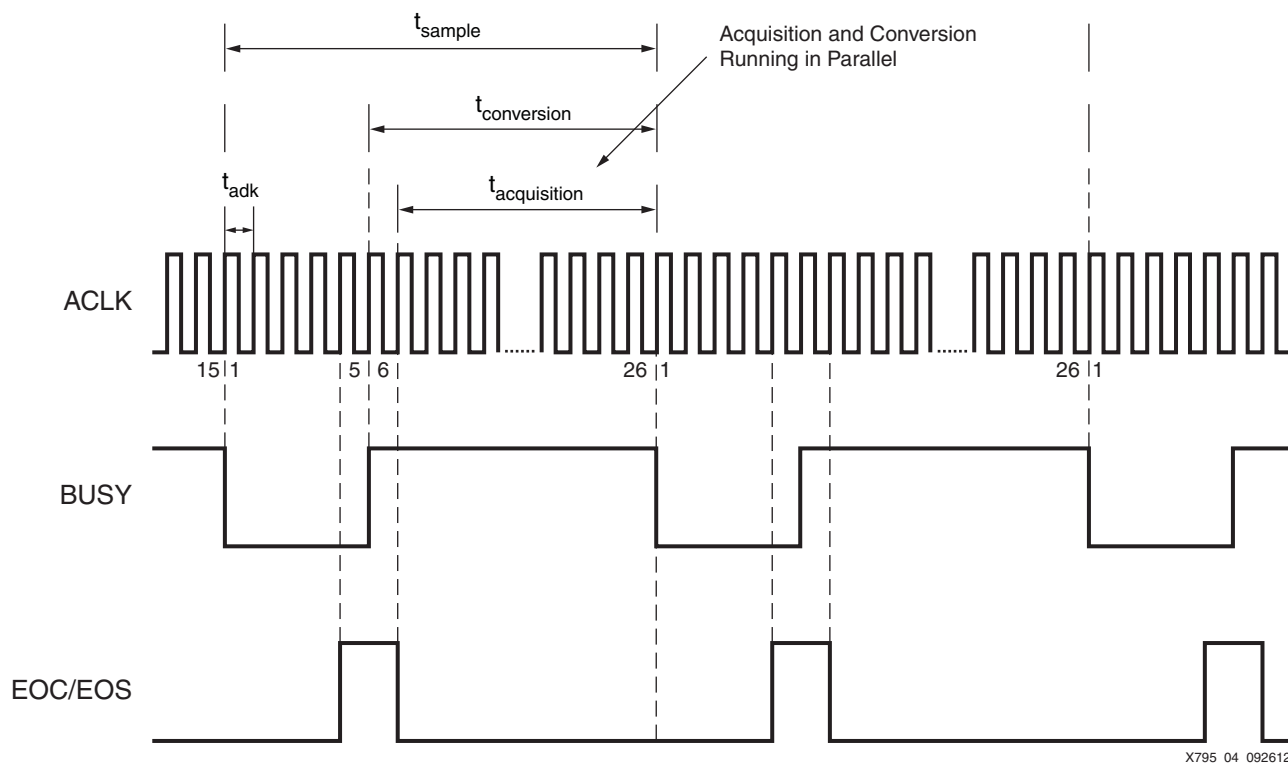

図 4：アキュイジション時間と変換時間のタイミング図
この問題を解決するため、XADC では変換とアキュイジションを同時進行させることにより、サンプリング期間全体の 75% 以上をアキュイジション時間として利用できるようにしています (図 4)。このようにすることで XADC を駆動するアナログ フロントエンドの要件は大幅に緩和されます。その利点については、後のセクションで各ユース ケースを解析する際に具体的に説明します。
1. スイッチ S1 および S2 は、4 ページの図 4 に示す  $t_{\text{acquisition}}$  の変換期間中は閉じている必要があります。